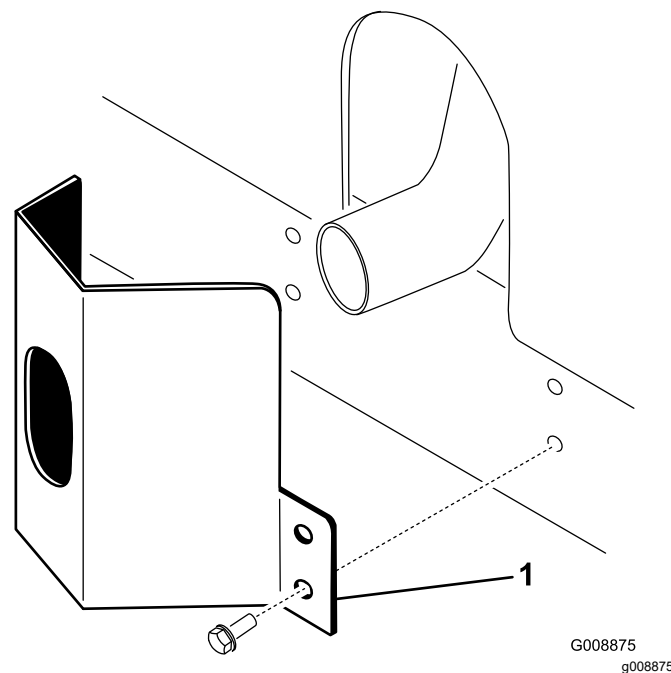

Figura 11
2. Fije el protector al bastidor con 4 tornillos autorroscantes (Figura 11).
1. Coloque el protector del tubo de escape alrededor del silenciador, alineando los taladros de montaje con los del bastidor (Figura 11).